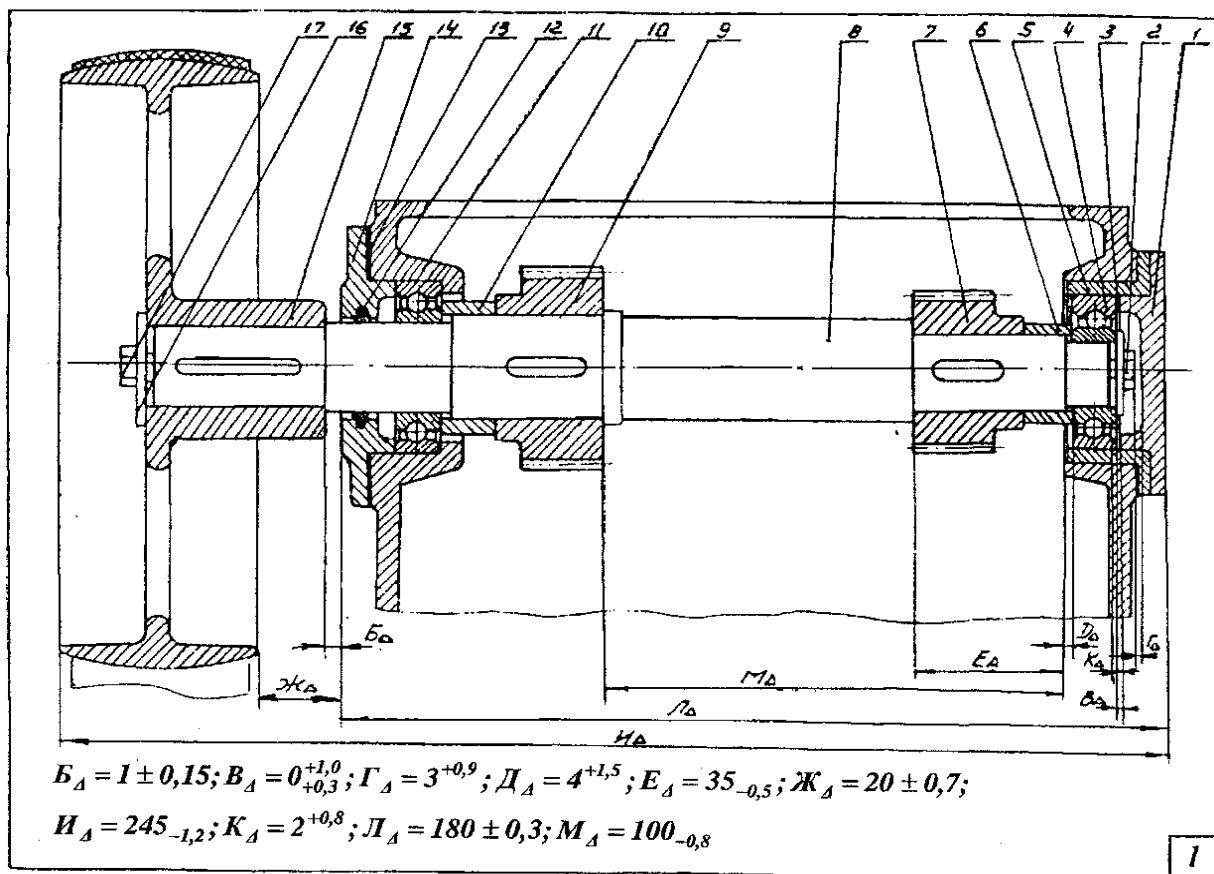

Рис. 1 – Сборочный чертеж №1
- A1. Определить, чему равен наибольший размер отверстия в посадке на рис.1, а)
- A2. Определить, какая из посадок на рис.1 является посадкой с натягом в системе вала
- A3. Определить, чему равен наименьший зазор в посадке на рис.1, г)
- A4. Определить, чему равен допуск вала на рис.1, а).
- A5. Сделать заключение о годности отверстия на рис.1, д), если его действительный размер
А6. Определить, какой из валов на рис.1 имеет символическое обозначение р5